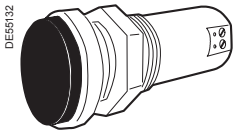

Fig. 8
- o un indicador de rosca para paredes delgadas \leq 6 mm (fig. 8),